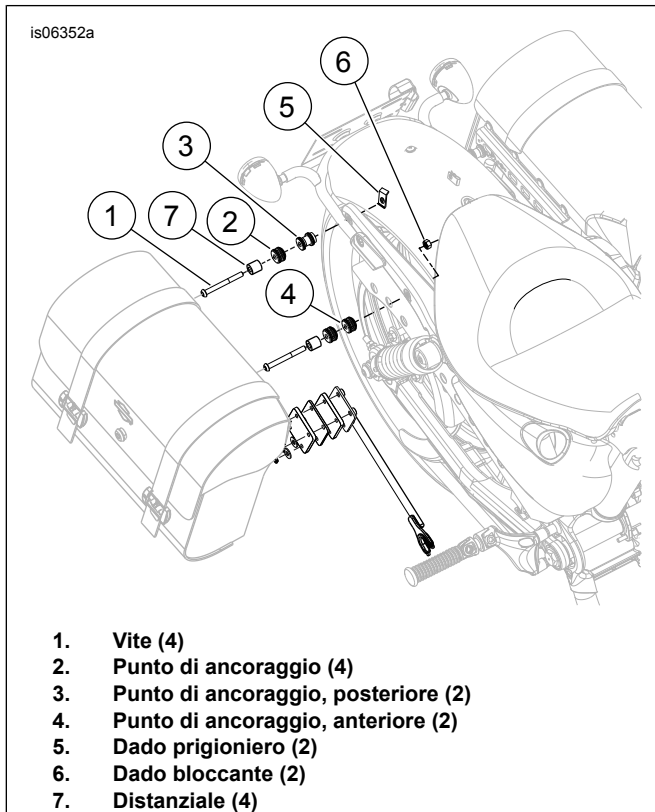
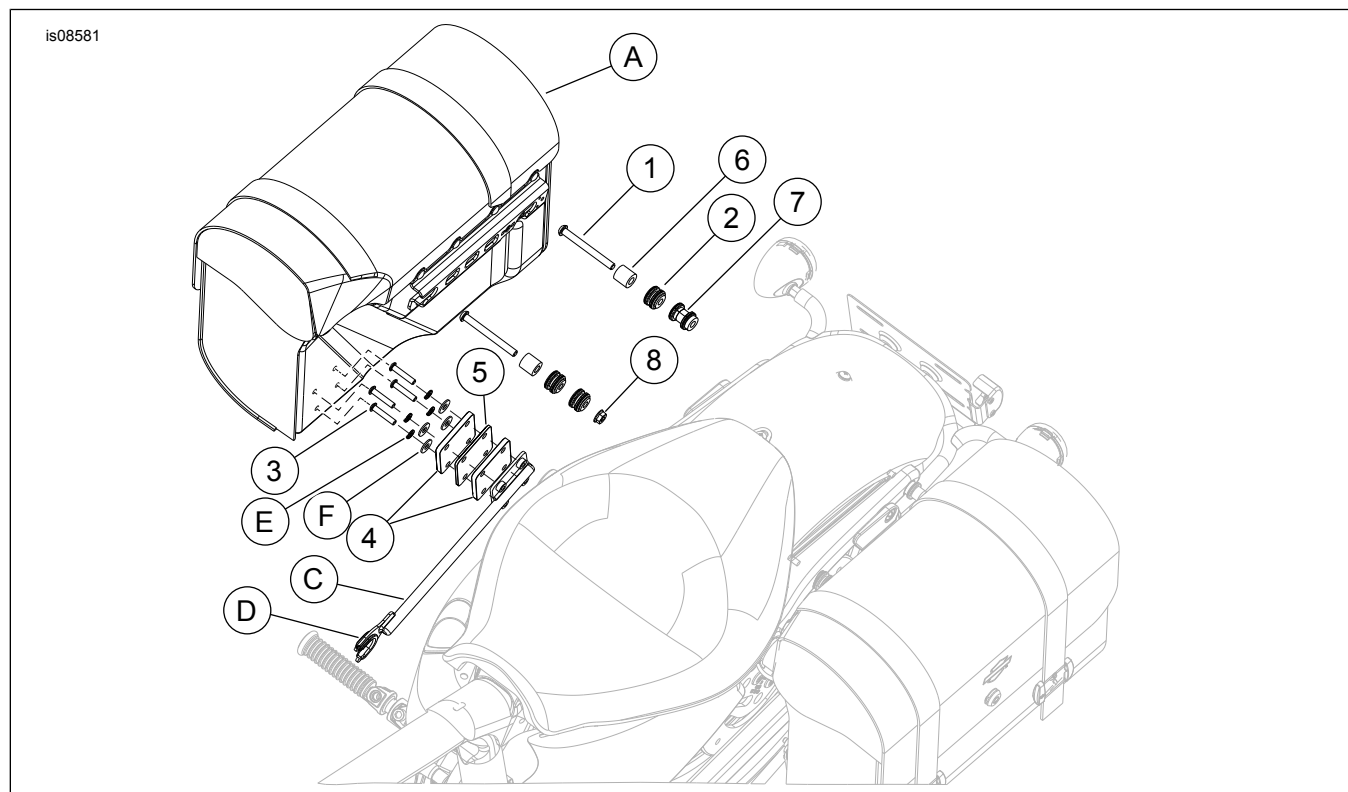

Figura 2. Ordine bulloneria di ancoraggio
Figura 3. Parti di ricambio: Bulloneria di ancoraggio
Vedere Figura 3 e Tabella 1.
1. Vedere Figura 2. Procurarsi una vite (1), il punto di ancoraggio anteriore (4), il distanziale (7) e il dado bloccante (6) rimossi in precedenza. Prendere nota del collare con diametro ridotto su un'estremità di entrambi i punti di ancoraggio. **Per motociclette con kit rimovibili supplementari:** Utilizzare i punti di ancoraggio (2) al posto del distanziale (7) per l'installazione di entrambe le parti (anteriore e posteriore).
4. Prendere dal kit un distanziale (7), la vite (1) e il punto di ancoraggio posteriore (3) e il dado prigioniero (5) rimosso in precedenza. Prendere nota del collare con diametro ridotto su un'estremità di entrambi i punti di ancoraggio. **Per motociclette con kit rimovibili supplementari:** Utilizzare i punti di ancoraggio (2) al posto del distanziale (7) per l'installazione di entrambe le parti (anteriore e posteriore).
8. Vedere Figura 3. Procurarsi quattro viti (3), due distanziali (4) da 6,3 mm (1/4 in) di spessore e un distanziale (5) da 3,2 mm (1/8 in) di spessore dal kit e il braccio di sostegno (C), quattro rondelle di sicurezza (E) e quattro rondelle piatte (F) dal kit borse 90201328.